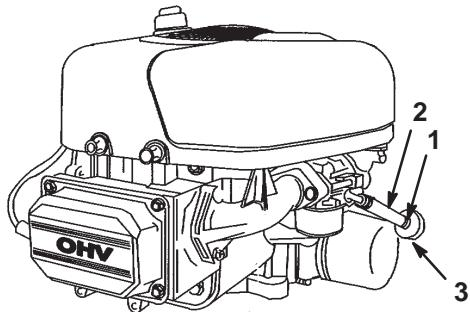

Figure 28
6. Ouvrez le capot et trouvez le filtre à carburant (Fig. 28).
7. Pincez les extrémités du collier de fixation et poussez le collier en haut de la conduite d'alimentation, en direction du réservoir de carburant (Fig. 28).
8. Débranchez la conduite d'alimentation du filtre (Fig. 28) et laissez l'essence s'écouler dans un bidon ou un bac de vidange.
Remplacez le filtre à carburant toutes les 100 heures de fonctionnement ou une fois par an, le premier des deux prévalant. Le meilleur moment pour remplacer le filtre à carburant (Fig. 28) est lorsque le réservoir à carburant est vide. Ne réinstallez jamais un filtre à carburant encrassé après l'avoir déposé de la conduite d'alimentation.
6. Pincez les extrémités des colliers et faites glisser ceux-ci pour les éloigner du filtre (Fig. 28).